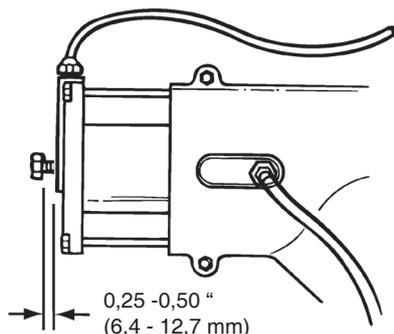

Figura 11.8
- B. Gire o parafuso para a direita até a cabeça estar a aproximadamente 6.4-12.7 mm (0.25-0.50") da tampa do cilindro. O parafuso está agora em sua posição de serviço e a caixa dos satélites principal está travada ou engrenada. Figura 11.8. Quando você girar o parafuso, sentirá uma pequena resistência. Isto é normal.